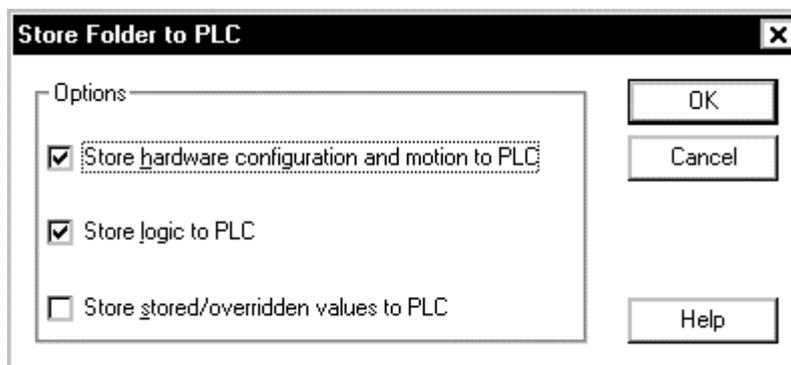

Рис. 10-21. Диалоговое окно сохранения в VersaPro
После конфигурации порта связи в ЦП ПЛК может быть загружена локальная логическая программа. Чтобы сохранить текущую папку в ПЛК, выберите **P**LC (ПЛК) в меню, а затем пункт **C**onnect (Соединить) в подменю. После установления соединения следует выбрать **P**LC (ПЛК) в меню, а затем пункт **S**to**r**e (Сохранить) в подменю. Операция сохранения начинает процесс передачи папки из программатора в ЦП ПЛК. Когда пользователь инициирует операцию сохранения, то появляется диалоговое окно, которое позволяет пользователю выбрать то, что требуется сохранить в ПЛК. В данном случае выбрано сохранение программы Local Logic, конфигурации аппаратного обеспечения и всей логики ПЛК. Чтобы выполнить эту операцию, выберите в диалоговом окне *Store hardware configuration and motion to the PLC (Сохранить в ПЛК конфигурацию аппаратного обеспечения и движение)* и *Store logic to PLC (Сохранить в ПЛК логику)* (рис. 10-21).
**Примечание:** Программы Local Logic и программы движения передаются как часть процесса конфигурации аппаратного обеспечения. Поэтому при каждой загрузке измененной программы Local Logic и/или программы движения следует выбирать в диалоговом окне сохранения пункт *Store hardware configuration and motion to the PLC (Сохранить в ПЛК конфигурацию аппаратного обеспечения и движение)*. (Рис. 10-21).
Теперь программы загружены в ПЛК. Можно направить запросы в DSM, чтобы убедиться в правильности работы программы Local Logic. Для этой операции может быть использовано окно Reference View Table (RVT) (Таблица просмотра ссылок). Чтобы создать RVT, войдите в пункт меню **F**ile (Файл) и выберите пункт **N**ew **R**eference View Table (Новая таблица просмотра ссылок). (Рис. 10-21). Это приведет к появлению диалогового окна New Reference View Table (Новая таблица просмотра ссылок). Диалоговое окно позволяет пользователю дать имя данной таблице RVT. В настоящем примере задано имя RVTExample.